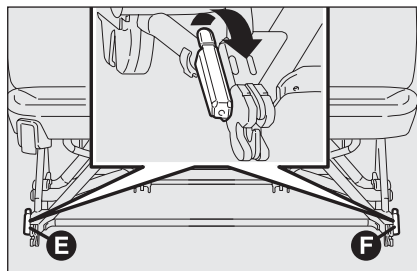

fig. 35
- à partir de la position verticale, agir sur les leviers **E** et **F**-fig. 35 en les tournant vers le haut;